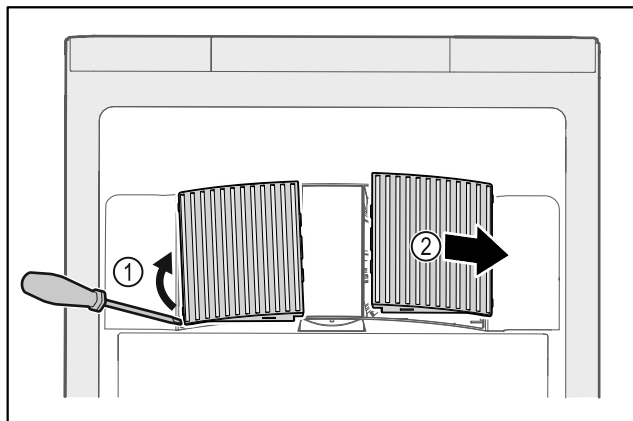

Fig. 176
- ▶ Ostrożnie podważyć osłony wentylatora z boku Fig. 176 (1) i zdjąć do przodu Fig. 176 (2).